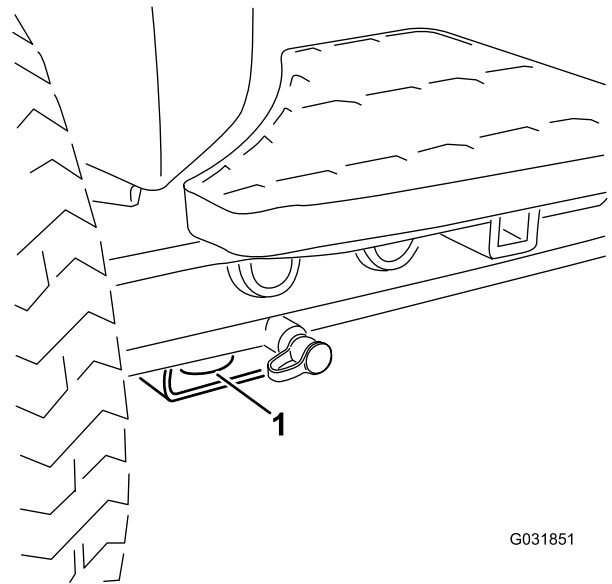

Figure 40
- Avant – trou du patin rectangulaire, sous le tube d'essieu, à l'intérieur de chaque roue avant (Figure 40).